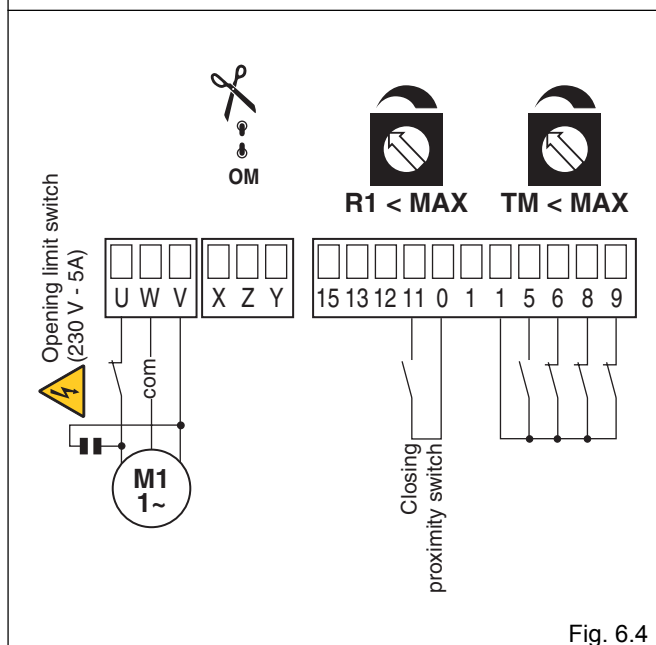

Fig. 6.4
- (Fig. 6.4) **Het paneel stopt op de begrenzer in opening en op de mechanische aanslag in sluiting en keert om op de obstakels.**